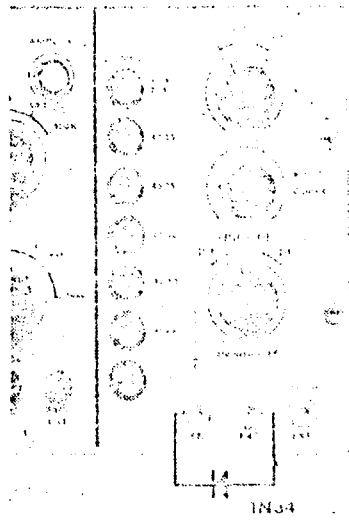

Fig.15
- 5) Se colocará el atenuador de RF en la posición 0 dB y el vernier girado totalmente hacia la derecha. Se conectará un diodo detector de Ge entre los conectores de salida de RF y entrada demodulada, según se observa en la Fig. 15.